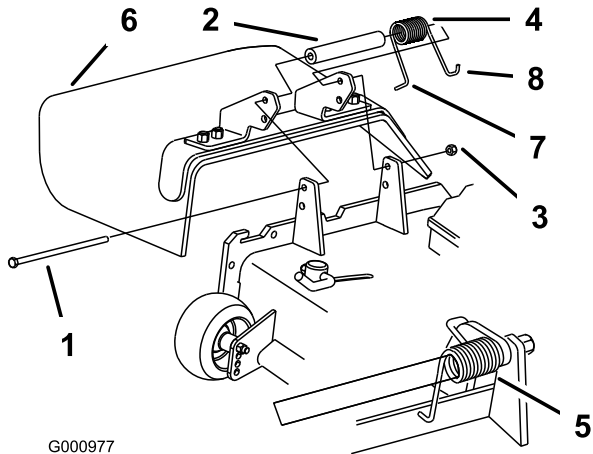

Figure 2
- Placez une entretoise et un ressort entre les supports du déflecteur d'herbe (Figure 2). Accrochez l'extrémité en J gauche du ressort derrière le bord du plateau.
Remarque: Accrochez l'extrémité en J gauche du ressort derrière le bord du plateau avant de mettre le boulon en place, comme indiqué à la Figure 2.
- Remettez le boulon et l'écrou en place. Accrochez l'extrémité en J droite du ressort au déflecteur d'herbe (Figure 2).